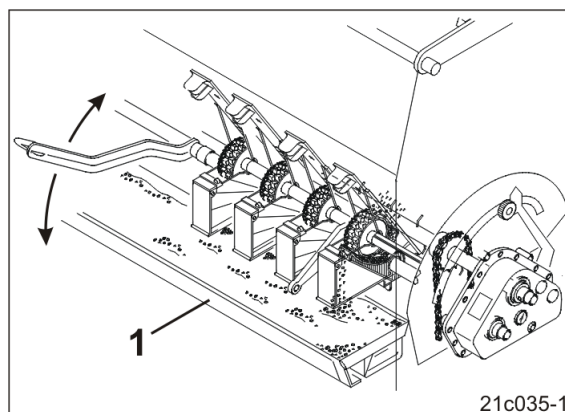

Рис. 211
6. Установите лотки для пробного высева (Рис. 211/1) на панель с воронками, см. главу «Установка лотков для пробного высева на панель с воронками», стр. 129.